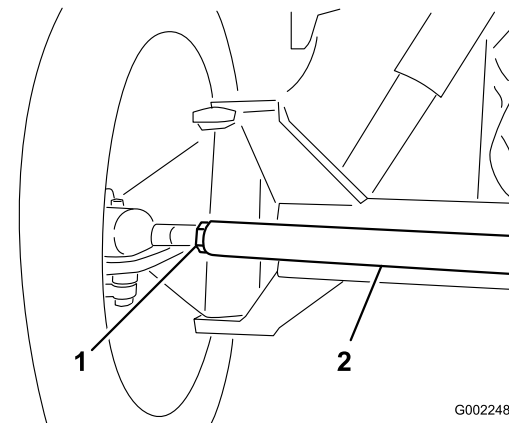

Bild 89
3. Wenn der Wert nicht im angegebenen Bereich liegt, lösen Sie die Klemmmuttern an beiden Ende der Spurstange (Bild 89).